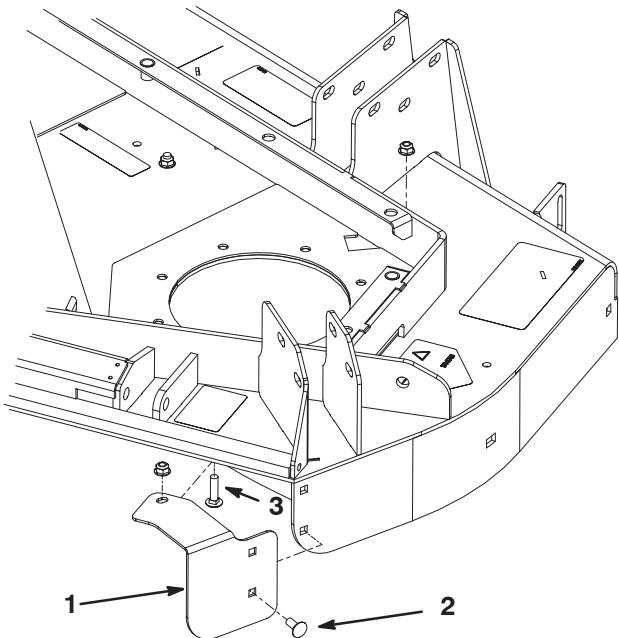

Bild 3
3. Befestigen Sie das rechte Fußschutzblech mit (2) 5/16 x 3/4 Zoll großen Schlossschrauben und Bundmuttern lose an der rechten Kante hinten am Mähwerk. Positionieren Sie das Schutzblech und die Befestigungen wie in Bild 3 dargestellt.
- Befestigen Sie die Oberkante des Fußschutzblechs mit einer 5/16 x 3/4 Zoll großen Schlossschraube und einer Bundmutter lose am Mähwerk. Positionieren Sie die Befestigungen wie in Bild 3 dargestellt.